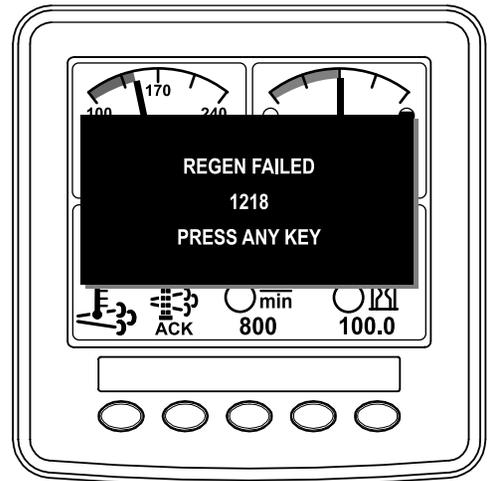

Figure 32
**Remarque:** Si la régénération échoue, l'InfoCenter affiche Advisory #1218 (avis n° 184) (Figure 32). Appuyez sur un bouton pour quitter l'écran d'accueil.